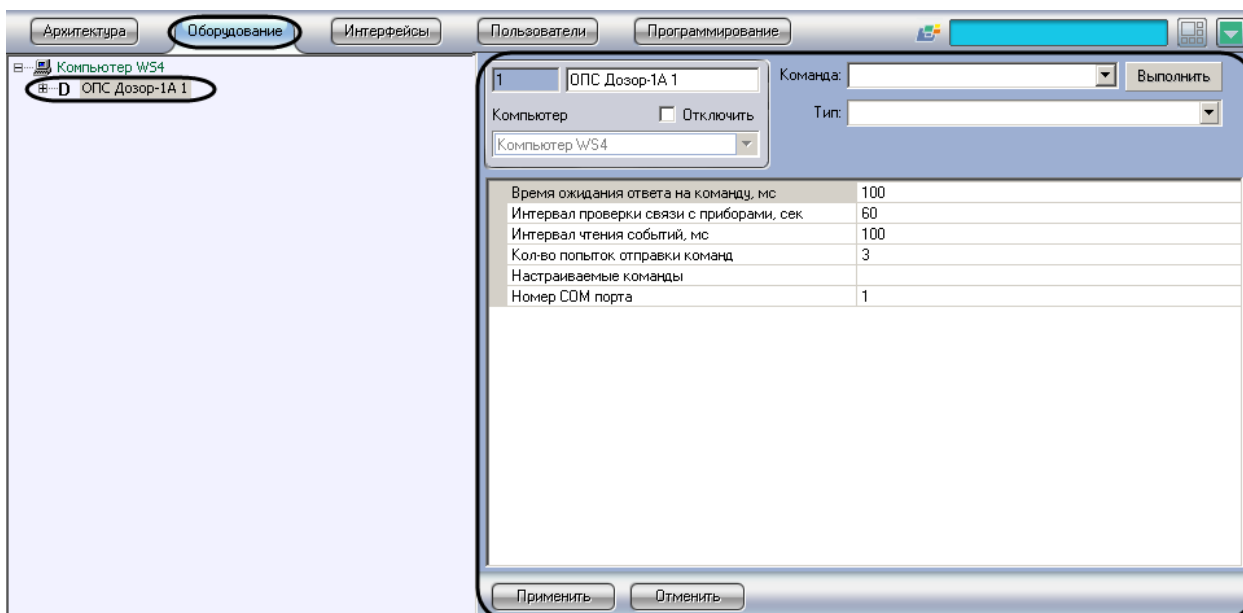

Рис. 3.2—1 Объект ОПС Дозор
В программном комплексе *АСФА Intellect* настройка подключения устройств *ОПС Дозор-1А* осуществляется на панели настроек объекта **ОПС Дозор-1А**. Данный объект создается на базе объекта **Компьютер** на вкладке **Оборудование** диалогового окна **Настройка системы** (Рис. 3.2—1).
1. Перейти на панель настроек объекта **ОПС Дозор-1А** (Рис. 3.2—2).